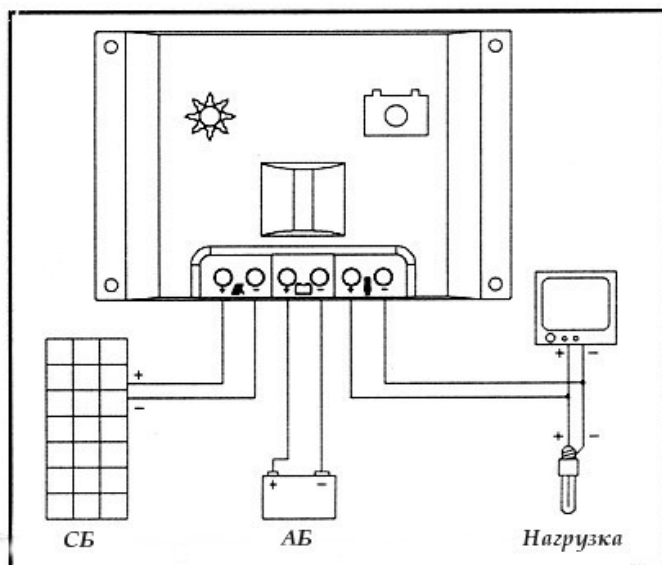

Рис. 2. Схема соединений
- Схему подключения см на. рис.2, 3.